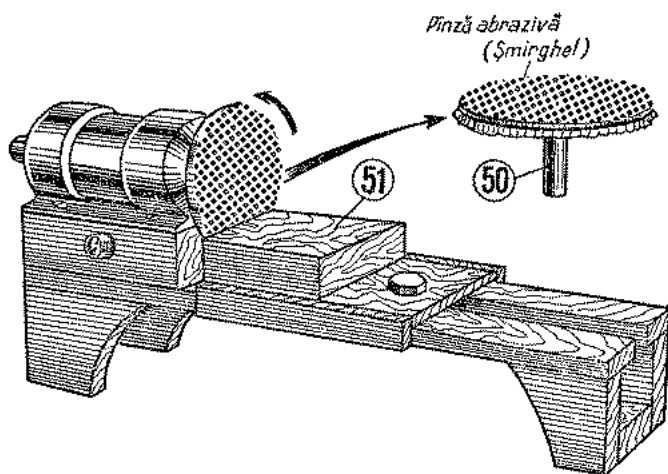

Fig. 19.
Prin operația de șlefuire se înțelege curățirea suprafețelor unei piese cu ajutorul șmirghelului sau al glaspapirului. De obicei amatorii fac această operație manual. Dar pentru că sîntem în posesia unui motoraș montat pe strunguleț, să profităm și să mecanizăm operația de șlefuire. În loc să frecăm piesele cu șmirghel apăsînd cu mîna, putem proceda altfel. Fixăm în mandrina motorașului un disc mare (50), pe a cărui suprafață este fixată o bucată de șmirghel (fig. 19). În fața discului se montează un postament gros 51. Cînd șlefuiм, plimbăm piesa